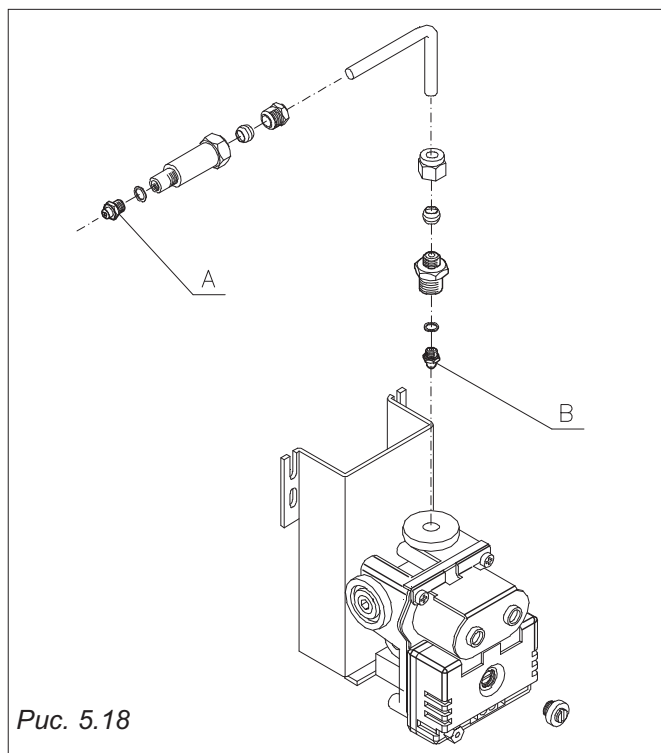

Рис. 5.18
- 3) Снять трубу подвода газа на главную горелку (4), воздействуя на уплотнительную муфту (5) (см. рис. 5.18).
- 4) Снять соплодержатель (6) и сопло (7); заменить его соплом, имеющимся в наборе для перевода, проверив соответствует ли диаметр тому, что указан на табличке с заводской маркой.
- 7) С давлением на подаче 20 мбар, замеренным на заборе (2), действуя при помощи регулировочного винта (3) довести давление горелки (1) до
Для перевода с сжиженного на природный газ необходимо произвести замену сопла горелки (А см.рис. 5.18) и снять диафрагму (В см. рис. 5.18).